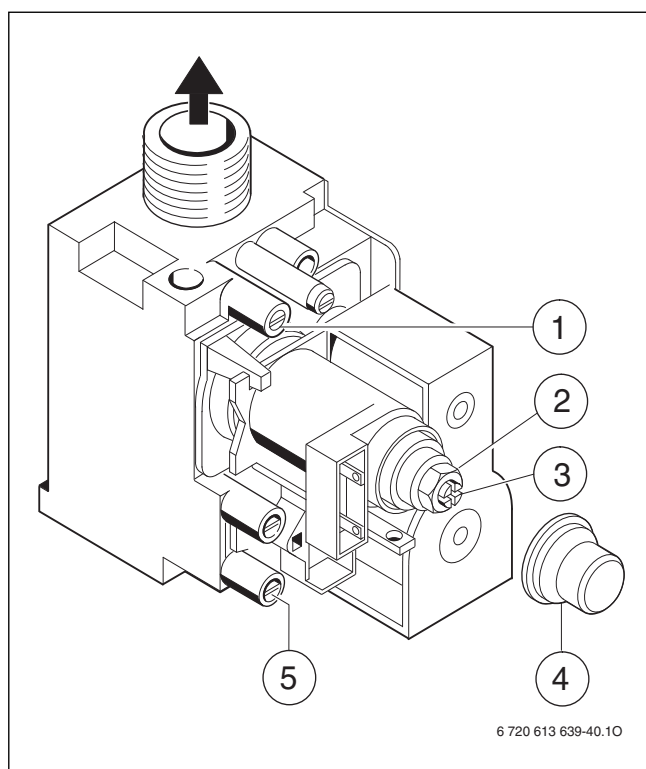

Fig. 32 Valvola del gas
- Svitare la vite di tenuta sul misuratore per la pressione ugello (→ fig. 32, [1], pag. 32) e collegare il manometro gas.
- Rimuovere la copertura (→ fig. 32, [4]).
- Ricavare la pressione ugello «max» indicata (mbar) dalla tabella 27, pag. 41. Impostare la pressione ugello mediante la vite di regolazione quantità di gas max. (→ fig. 32, [2]). Rotazione verso destra più gas, rotazione verso sinistra meno gas.
- Ricavare la pressione ugello «min» indicata (mbar) dalla tabella a pag. 41. Impostare la pressione ugello mediante la vite di regolazione quantità di gas min. (→ fig. 32, [3]).
- Svitare la vite di tenuta nel misuratore per la pressione di collegamento del gas (→ fig. 32, [5]) e collegare l'apparecchio per la misurazione della pressione.